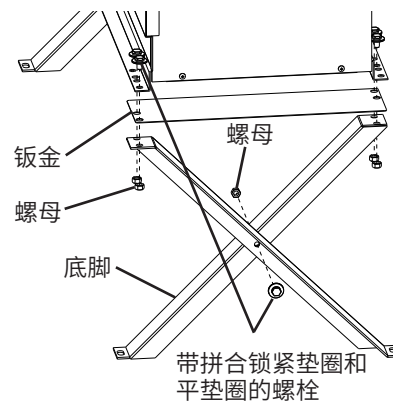

图 10
- 1) 使用提供的底脚, 螺栓和螺母, 组装其成为2套组件, 参见图10。